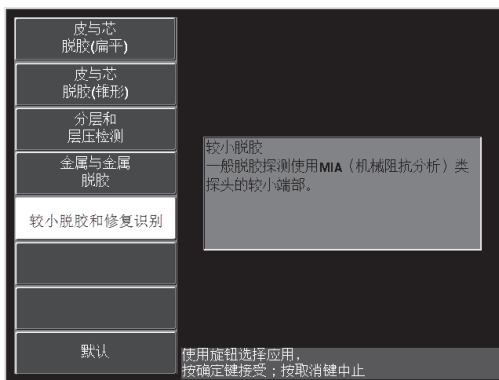

图 6-62 较小脱胶和修复识别应用
3. 选择 **Smaller Disbonds and Repair Identification**（较小脱胶和修复识别）应用，然后按确定键（✓）接受（参见第 166 页的图 6-62）。